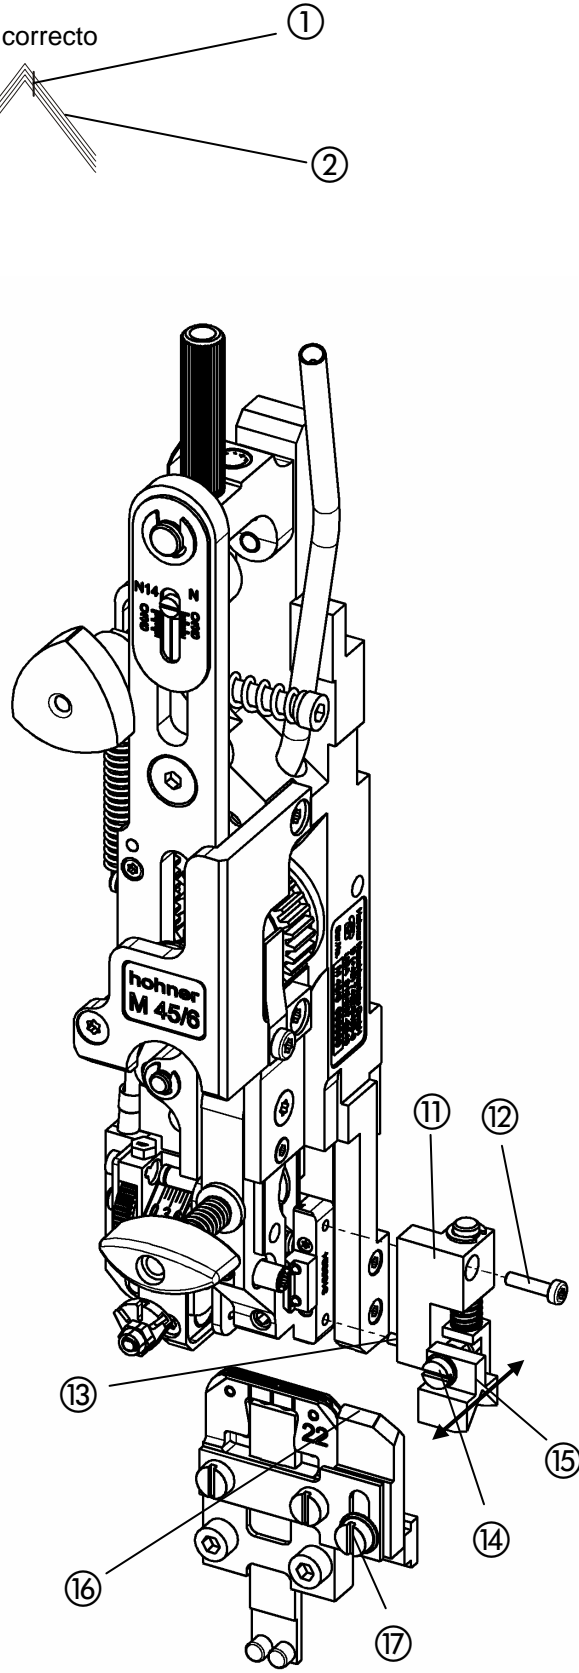

Fig. 17
- Fig. 17 -
- Para montar el pisador ⑪: insertar el perno guía ⑬ en el orificio del plegador y apretar el tornillo de fijación I.